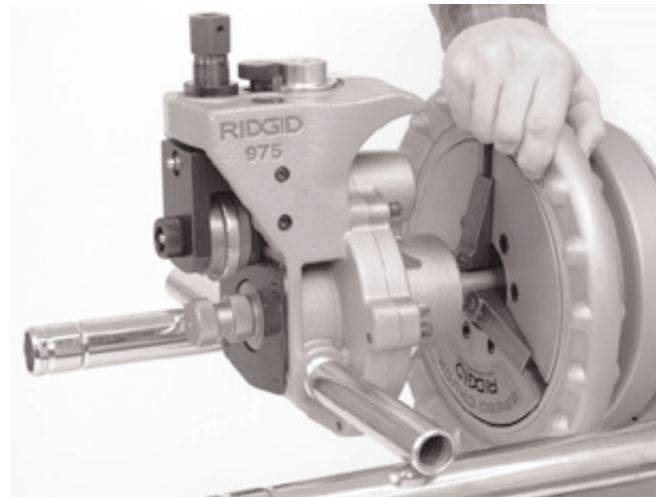

Рисунок 3 – Установка устройства для накатки желобков 975 Combo в зажиме силового привода 300
2. Поместите опорные рычаги устройства для прокатки желобков на опорные рычаги силового привода и вставьте конец приводного вала устройства в зажим силового привода. Закройте и затяните зажим силового привода для закрепления приводного вала. Убедитесь в том, что приводной вал расположен по центру зажима. С усилием проворачивайте зажимное колесо против часовой стрелки для надежной фиксации приводного вала (Рисунок 3).